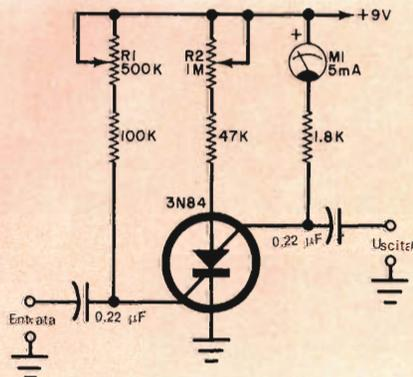

Fig. 4 - Regolando i potenziometri, è possibile fare in modo che lo SCS si comporti come un transistor bipolare tipo n-p-n a beta variabile.
**Reazione controllata** - Grazie al collegamento di soglia anodica, è possibile controllare la reazione positiva nello SCS. Per studiare come ciò avviene, costruite il circuito della fig. 4, nel quale viene usata come amplificatore la parte n-p-n dello SCS, con la corrente d'emettitore controllata dal potenziometro R2. Questa resistenza introduce contoreazione, la quale compensa la reazione già descritta.